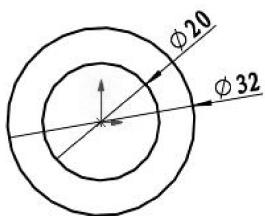

图 3-101 绘制草图
- 选择上视基准面作为草图平面，进入草绘环境中，绘制如图 3-101 所示的草图曲线。